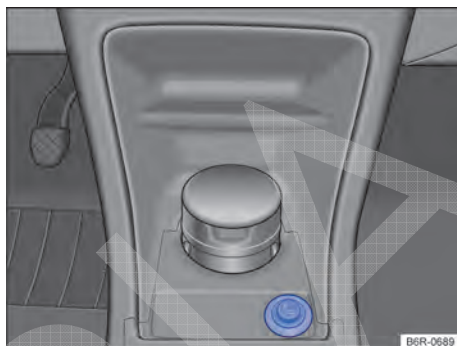

Fig. 80 No console central dianteiro: acendedor de cigarro.
- Com a ignição ligada, pressionar o acendedor de cigarro → Fig. 80.